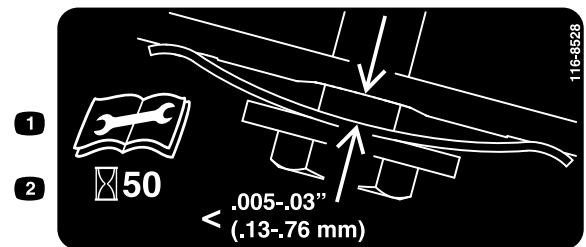

Figuur 36
1. Draai de 2 schroeven van het toegangspaneel van drijfriemkap los en verwijder het paneel (Figuur 36).
Opmerking: Als er zichtbare speling is tussen de voelmaat en de veer, draait u de stelbout en -moer aan tot de voelmaat maar net vrij in en uit de tussenruimte kan schuiven (Figuur 36).